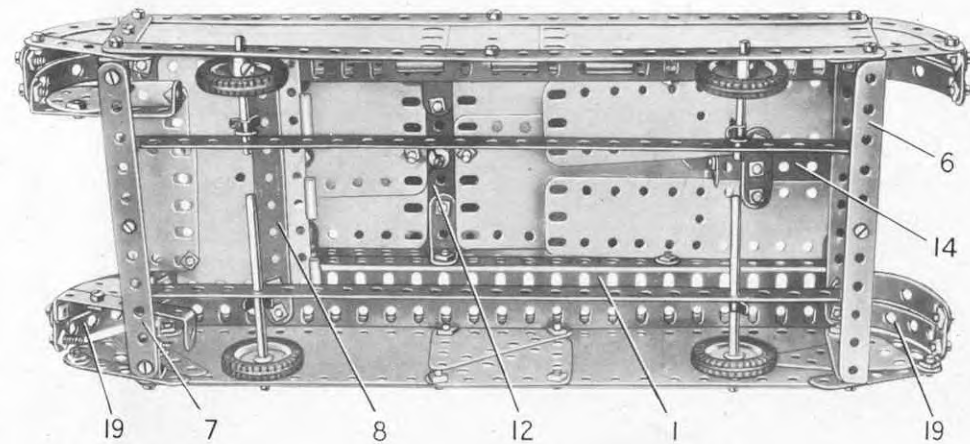

Fig. 5.16a
figure 5.16a ; le moyeu d'une poulie de 75 mm. (12) passe dans cette ouverture. La poulie est boulonnée sur les plaques et est réunie aux bandes (10) par des équerres de  $25 \times 25$  mm. Une bande coudée de  $60 \times 12$  mm. est fixée sur une équerre à  $135^\circ$  tenue par un boulon (13).